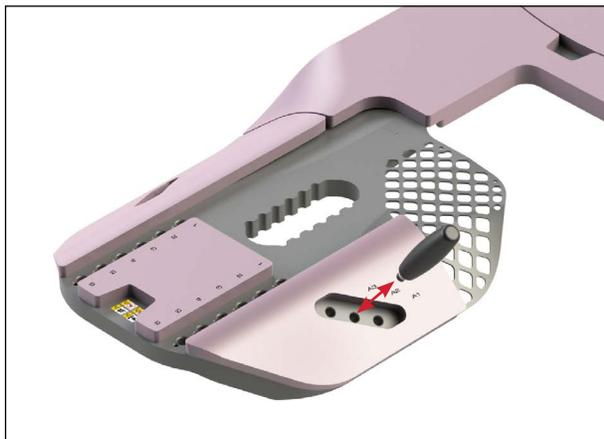

Fig. 14
1. Insira o manípulo de empunhadura no orifício apropriado (A1, A2, A3), na extremidade superior do Access 360 (Fig. 14).
3. Para remover o manípulo de empunhadura, gire-o na direção contrária à de instalação até a alça se soltar, depois puxe-o para fora (Fig. 14 e 15).